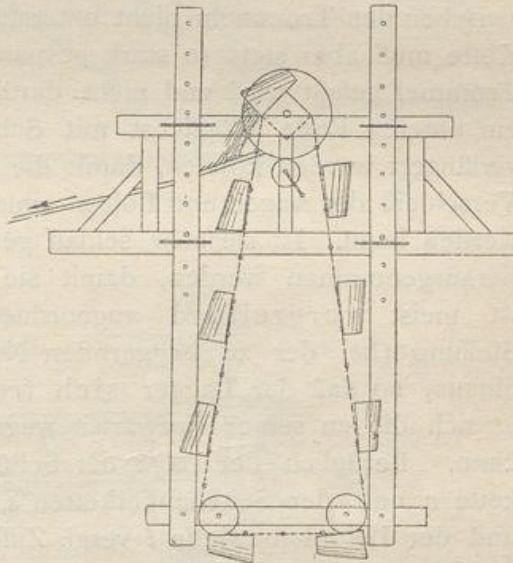

Abb. 66.
7. Eimerbagger mit „senkrechter“ Eimerkette, sogen. Ständerbagger (Abb. 66). Diese Bagger sind entweder mit einem fahrbaren Gerüst (bei Baugruben) oder mit Schiffsgefäßen verbunden. Die Eimerkette wird mittels eines verstellbaren Ständers (Eimerleiter) straff gehalten und muß je nach der Baggertiefe verlängert oder verkürzt werden können. Oben